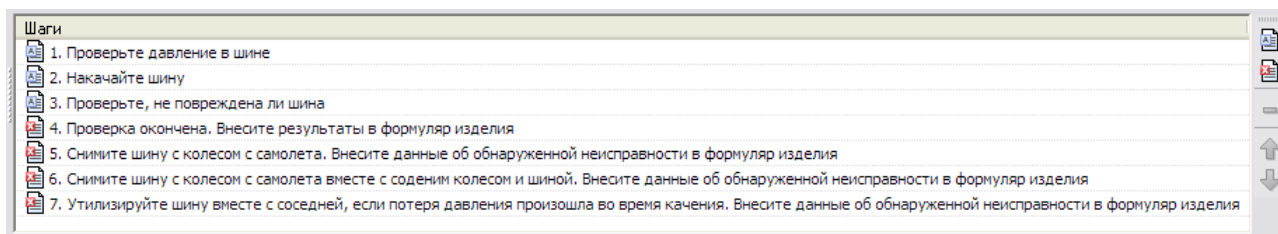

Рис. 8.24
5. Создайте следующие завершающие шаги (Рис. 8.24):